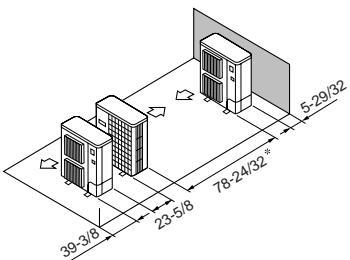

Fig. 2-12
⑤ Disposición en paralelo de unidades simples (Fig. 2-12)